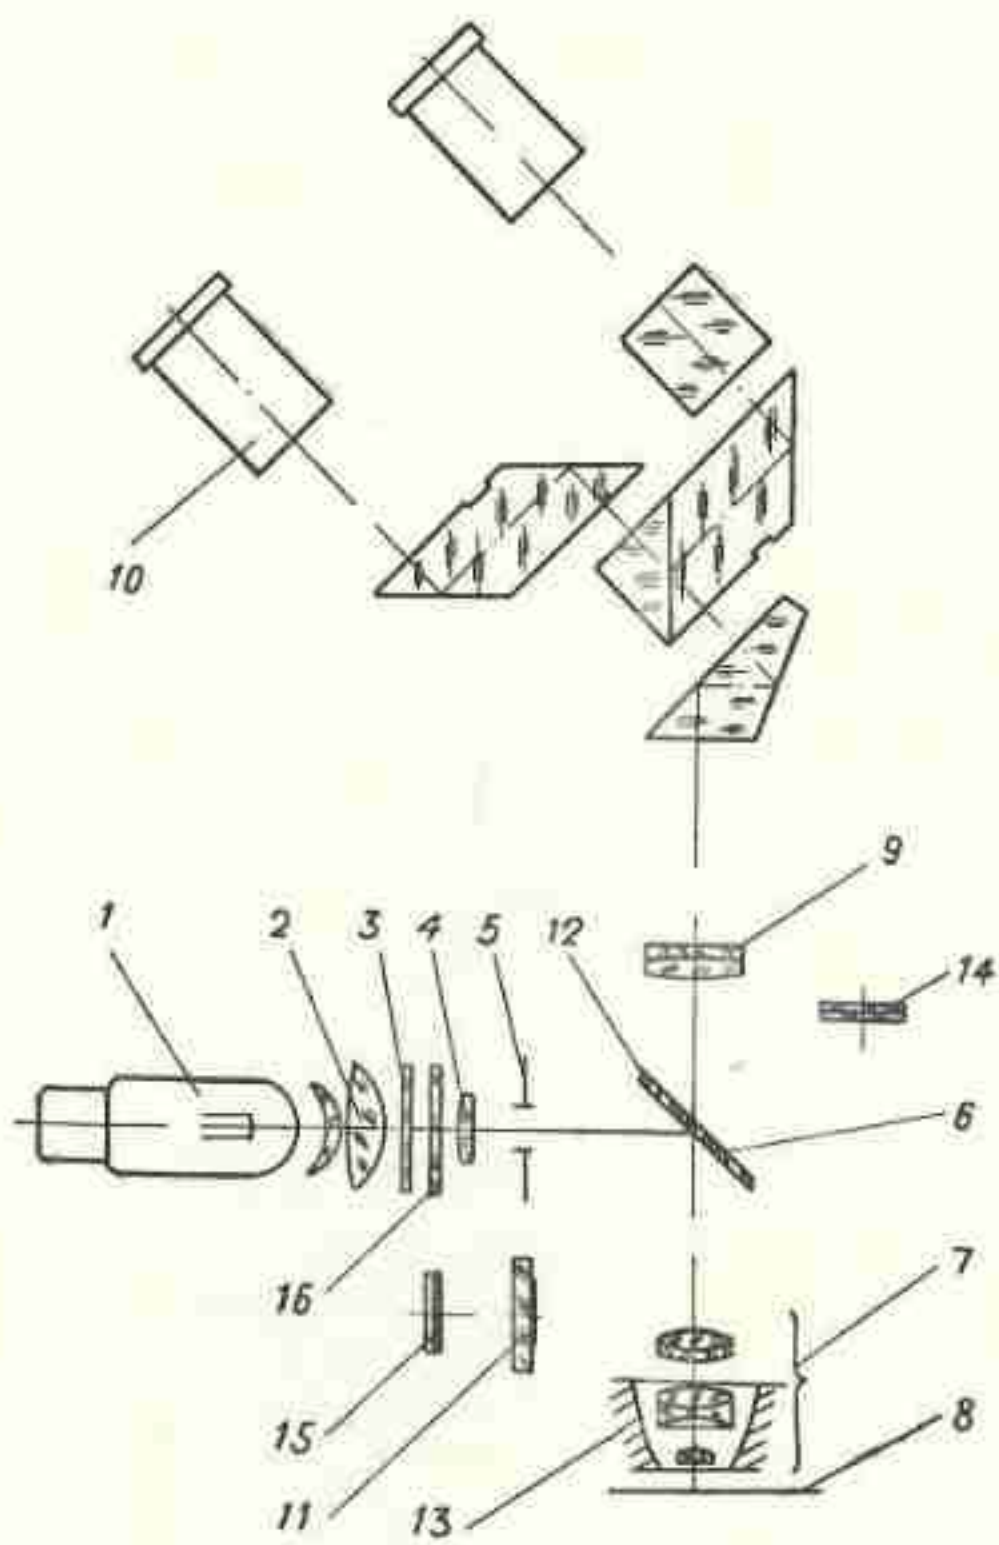
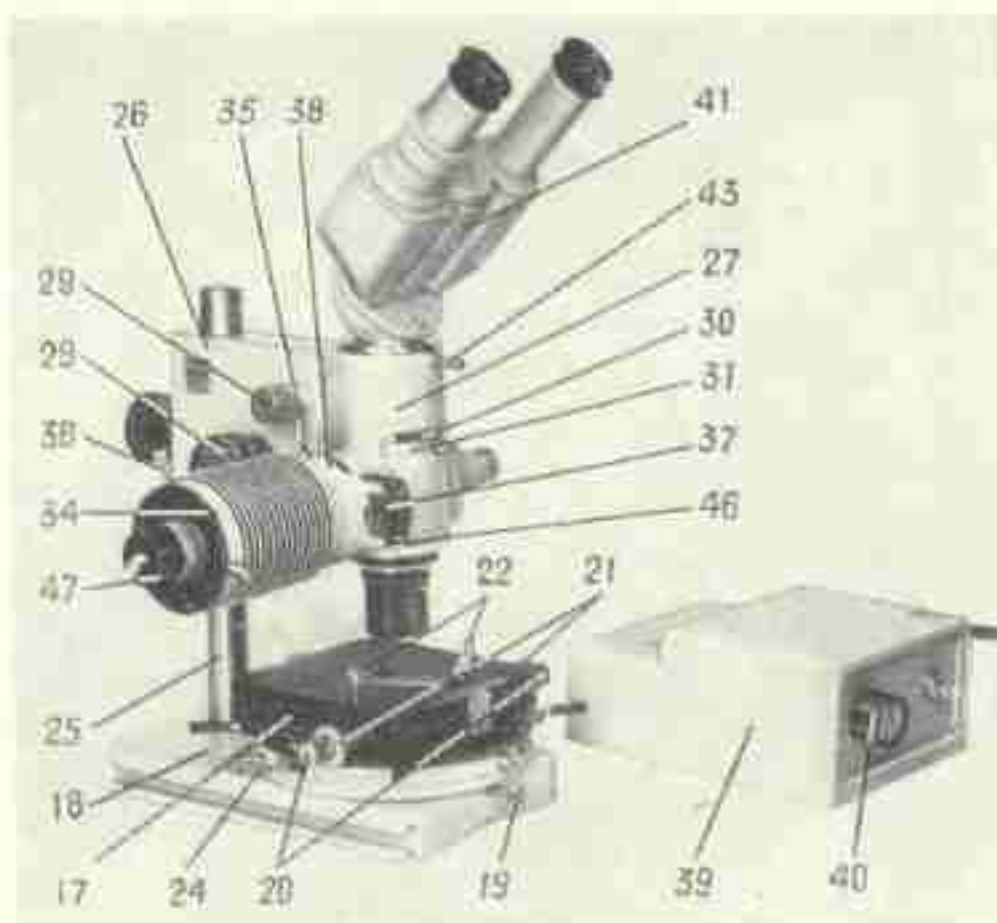
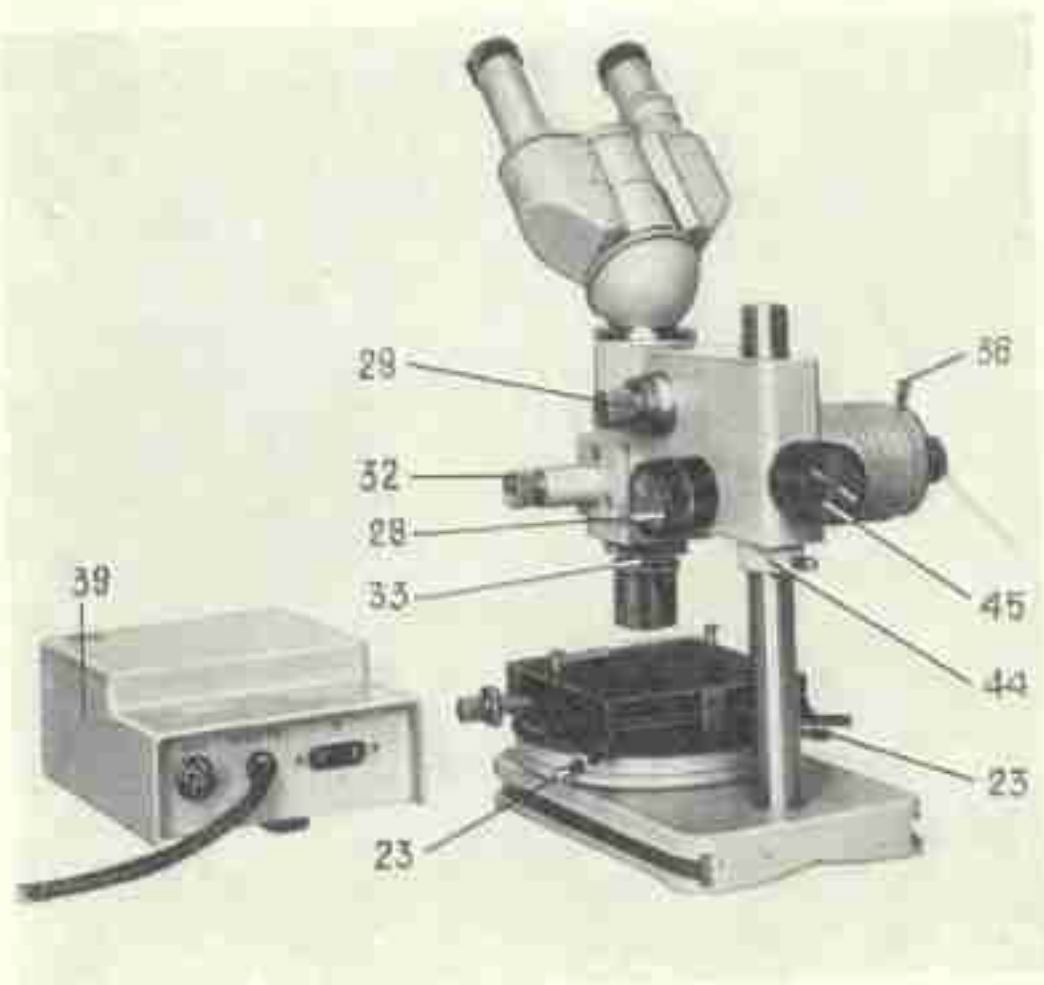

Рис. 1
Рис. 2
Рис. 3
При наблюдении в светлом поле лучи от источника света *1* (рис. 1) проходят через коллектор *2*, теплофильтр *3*, осветительную линзу *4*, диафрагму *5*, отражаются от плоскопараллельной полупрозрачной пластинки *6* и направляются через объектив *7* на объект *8*. Лучи, отраженные от поверхности объекта, снова проходят через объектив, который совместно с линзой *9* проецирует изображение объекта в фокальную плоскость окуляров *10*.
Столик *17* (рис. 2) установлен на основании *18* микроскопа и при отпущенном винте *19* может быть снят. Столик перемещается в горизонтальной плоскости в двух взаимно перпендикулярных направлениях. Продольное перемещение осуществляется с помощью рукояток *20*, поперечное — с помощью рукояток *21*. Рукоятки расположены на одной оси и выведены с двух сторон столика.
Крепление объекта на столике осуществляется пружинными клеммами *22*. Центрировка столика производится двумя специальными ключами *23* (рис. 3). Поворот столика фиксируется винтом *24* (см. рис. 2).
На колонке *25* (см. рис. 3), жестко соединенной с основанием, крепится корпус *26* с тубусом *27*.
ки тубуса. Грубое перемещение тубуса осуществляется рукоятками 28 (см. рис. 2, 3), микрометрическая фокусировка — рукоятками 29.
Поворот анализатора осуществляется в пределах от 0 до  $90^\circ$  с отсчетом по шкале 30 (см. рис. 2).
ляется пылезащитная заглушка 31 (см. рис. 2, 4).
Рукоятка 32 (см. рис. 3) служит для выключения светоделительной пластинки 6 (см. рис. 1) при работе в темном поле.
Сменные салазки с объективом 33 (см. рис. 3, 4) устанавливаются в направляющие тубуса микроскопа.
Осветитель 34 (см. рис. 2) закрепляется на тубусе микроскопа винтом 35. Винты 36 (см. рис. 2, 3) служат для центровки нити лампы относительно оптической оси микроскопа. В выдвижной рамке 37 (см. рис. 2) находятся ирисовая диафрагма 5
(см. рис. 1) и диафрагма 11 темного поля. В паз 38 (см. рис. 2) осветительного тубуса вкладывается светофильтр 16 (см. рис. 1) типа ЖЗС5 или поляризатор 15.
Питание лампы осуществляется от сети переменного тока напряжением 220 В, частотой 50—60 Гц через блок питания 39 (см. рис. 2, 3). Рукоятка 40 (см. рис. 2) служит для регулировки накала лампы (подробнее см. техническое описание блока питания).
Опустите по колонке 25 (см. рис. 2) и закрепите хомутик 44 (рис. 3); поворотом рукоятки 45 отверните стопорный винт, корпус с тубусом опустите до упора в хомутик и зажмите стопорный винт.
Включите лампу через блок питания в сеть. Вставьте окуляры в бинокулярную насадку, салазки с объективом вдвиньте до упора и установите заранее подготовленный объект на столик. Включите в ход лучей отражательную пластинку, для чего вдвиньте ручку 32 (см. рис. 3) в корпус до упора.
Передвиньте рамку 37 (см. рис. 2) с ирисовой диафрагмой от себя до упора, сфокусируйте микроскоп на объект.
Перемещениями патрона 47 с лампой вдоль втулки и вращением центрировочных винтов 36 (см. рис. 2, 3) добейтесь наиболее яркого и равномерного освещения объекта, после чего откройте ирисовую диафрагму на две трети. Величину открытия диафрагмы необходимо подбирать каждый раз опытным путем, добиваясь наилучшего изображения объекта. При слишком широко открытой диафрагме снижается контрастность изображения, при мало открытой — искажается изображение структуры объекта.
Выдвинув на себя до упора рамку 37 (см. рис. 2), включите в ход лучей диафрагму темного поля. Выведите из хода лучей отражательную пластинку, выдвинув до отказа рукоятку 32 (см. рис. 3).
Рамка 37 должна быть вдвинута в корпус осветителя до упора. Рукоятка 32 должна быть вдвинута до отказа в тубус 27 (см. рис. 2).
Ключами 23 (см. рис. 3) отцентрируйте столик так, чтобы при его вращении на  $360^\circ$  изображение выбранной точки оставалось в центре поля зрения неподвижным.
Анализатор в оправе вставляют в паз в верхней части тубуса вместо заглушки 31 (см. рис. 2). Установите рукоятку анализа-
- Рис. 2. Внешний вид прибора.
- Рис. 3. Внешний вид прибора.